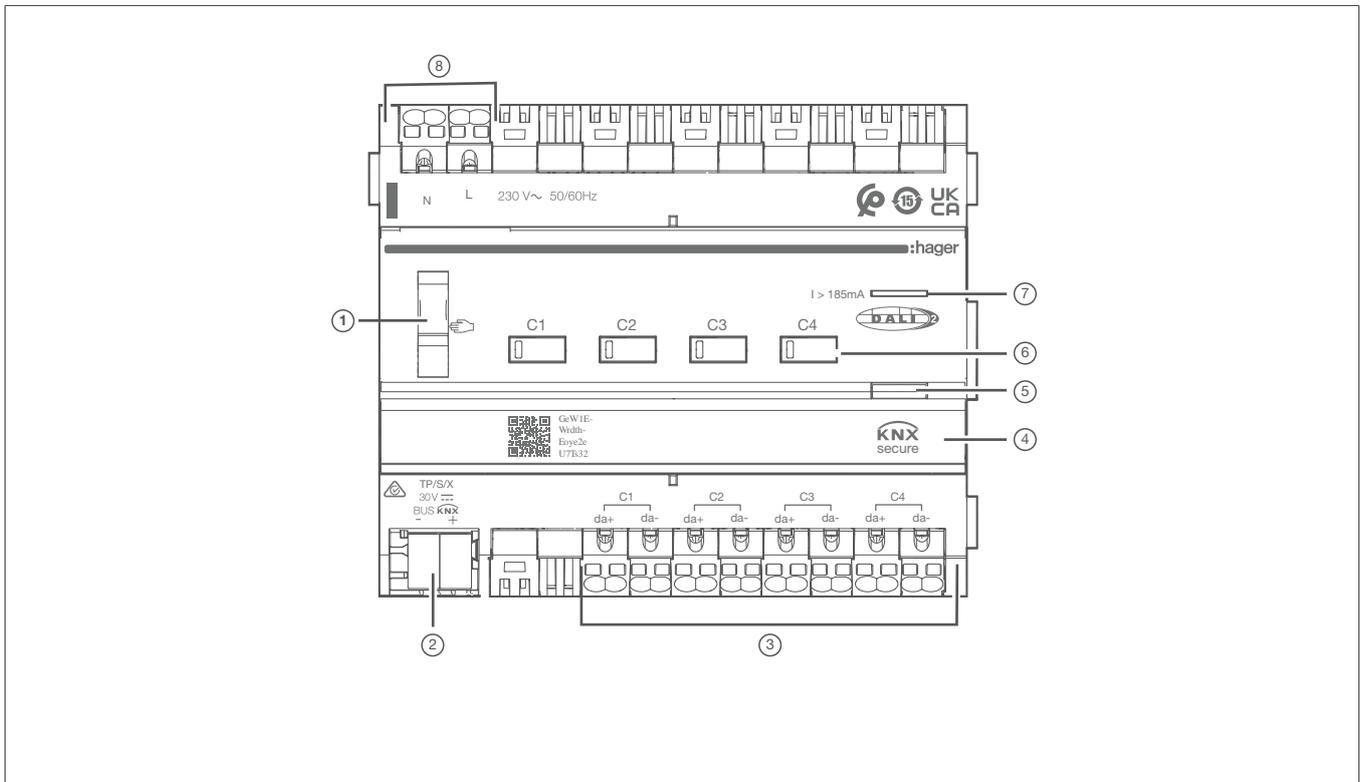

Bild 2: Geräteaufbau TYAS664D
- Schalter (Bild 2/1) in Stellung  schieben.
Die Ausgänge können über die Bedientasten (Bild 2/6) unabhängig voneinander angesteuert werden.
- Schalter (Bild 2/1) in Stellung **auto** schieben.
Die Handbedienung ist ausgeschaltet. Die Steuerung erfolgt ausschließlich über den KNX-Bus. Der Ausgang nimmt die durch die Bussteuerung vorgegebene Position ein. Der Schaltstatus wird durch die Status-LED der Bedientaste (Bild 2/6) angezeigt.